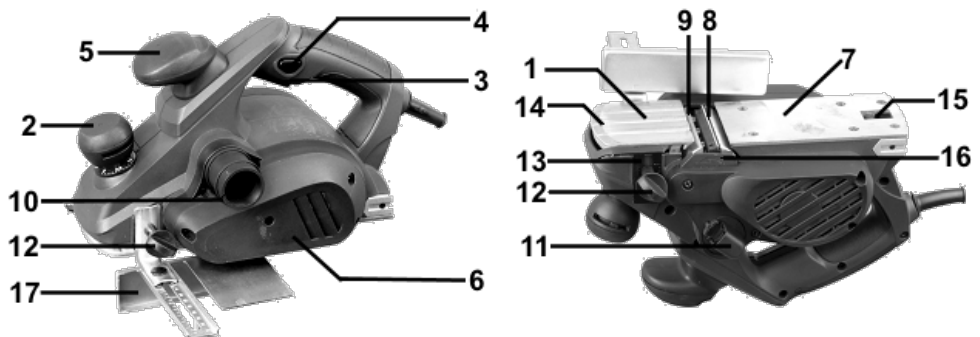

Рисунок 1
Для включення виробу спочатку натисніть кнопку блокування клавіші вимикача (4), а потім натисніть пускову клавішу (3, рисунок 1). Для відключення виробу клавішу (3) слід відпустити.